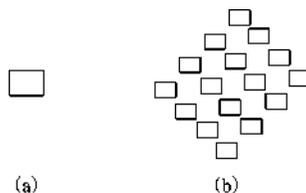

图 1-139 习题 8
8. 将图 1-139(a) 中的矩形以对角线交点为基准等比缩放 0.6 倍。将缩放后的矩形阵列
呈如图 1-139(b) 所示形状；行数为 4，行偏移为 25；列数为 4，列偏移为 30，整个图形与水平方向夹角为  $45^\circ$ 。完成后的图形如图 1-139(b) 所示。